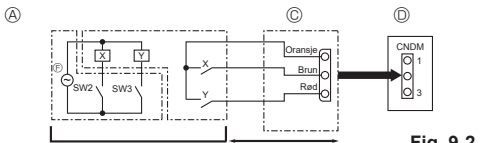

Fig. 9-2
9.2. Etterspørselsfunksjon (modifisering på stedet) (Fig. 9-2)